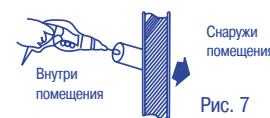

Рис. 7
- 3) Просверлите в стене отверстие диаметром 65 мм с небольшим уклоном наружу (рис. 7).